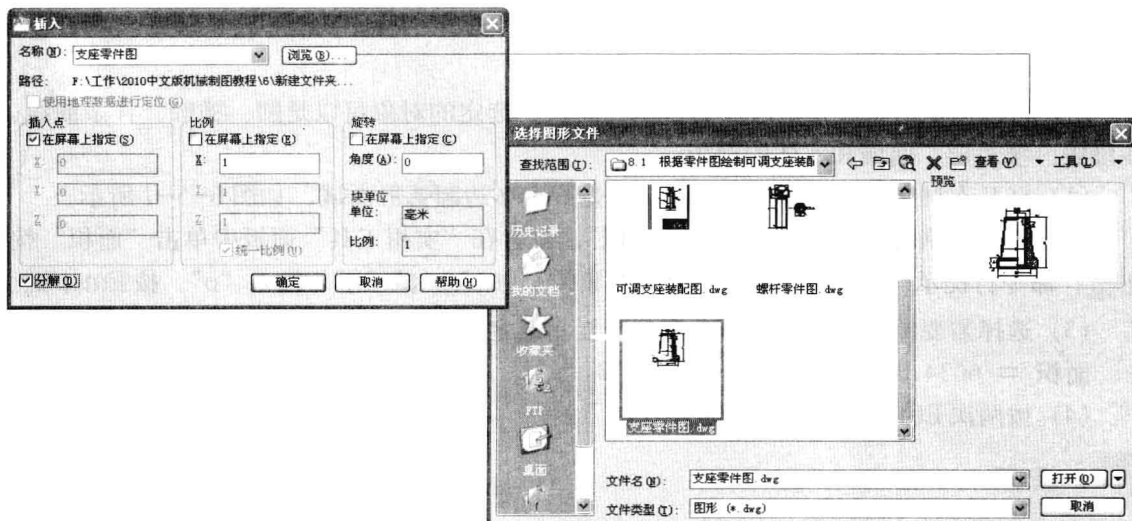

图 6-6-1
(1) 在图形文件中设置“支座”图层，并设置其为当前层，在“块”面板中单击“插入”按钮，打开“插入”对话框，勾选“分解”复选项，单击“浏览”按钮，在打开的对话框中选择素材文件“支座零件图.dwg”，单击“打开”按钮，如图 6-6-1 所示。